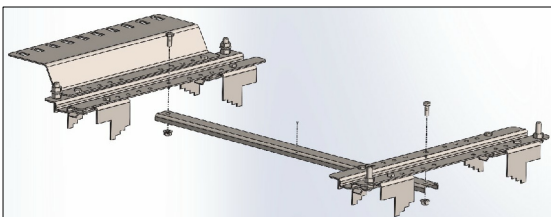

Рис. 3
- Собранный комплект установить на ставни и закрепить лентой мембранной и сверху с помощью установочной для канцелярской и сверху с помощью ИИТ-20 (поставляется по заказу) (Рис. 3)